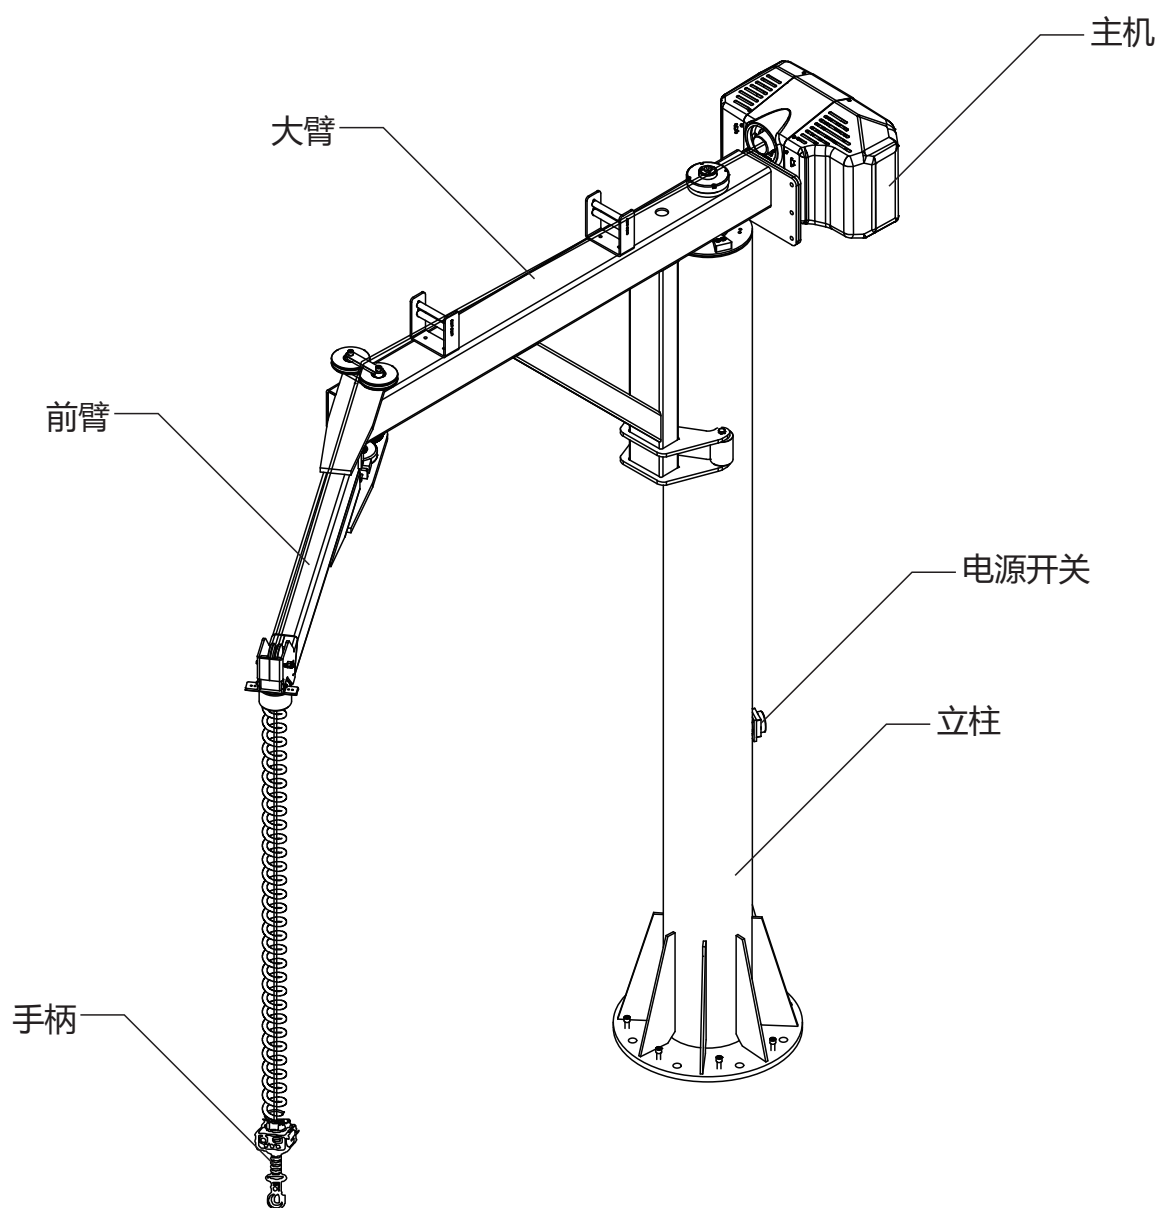
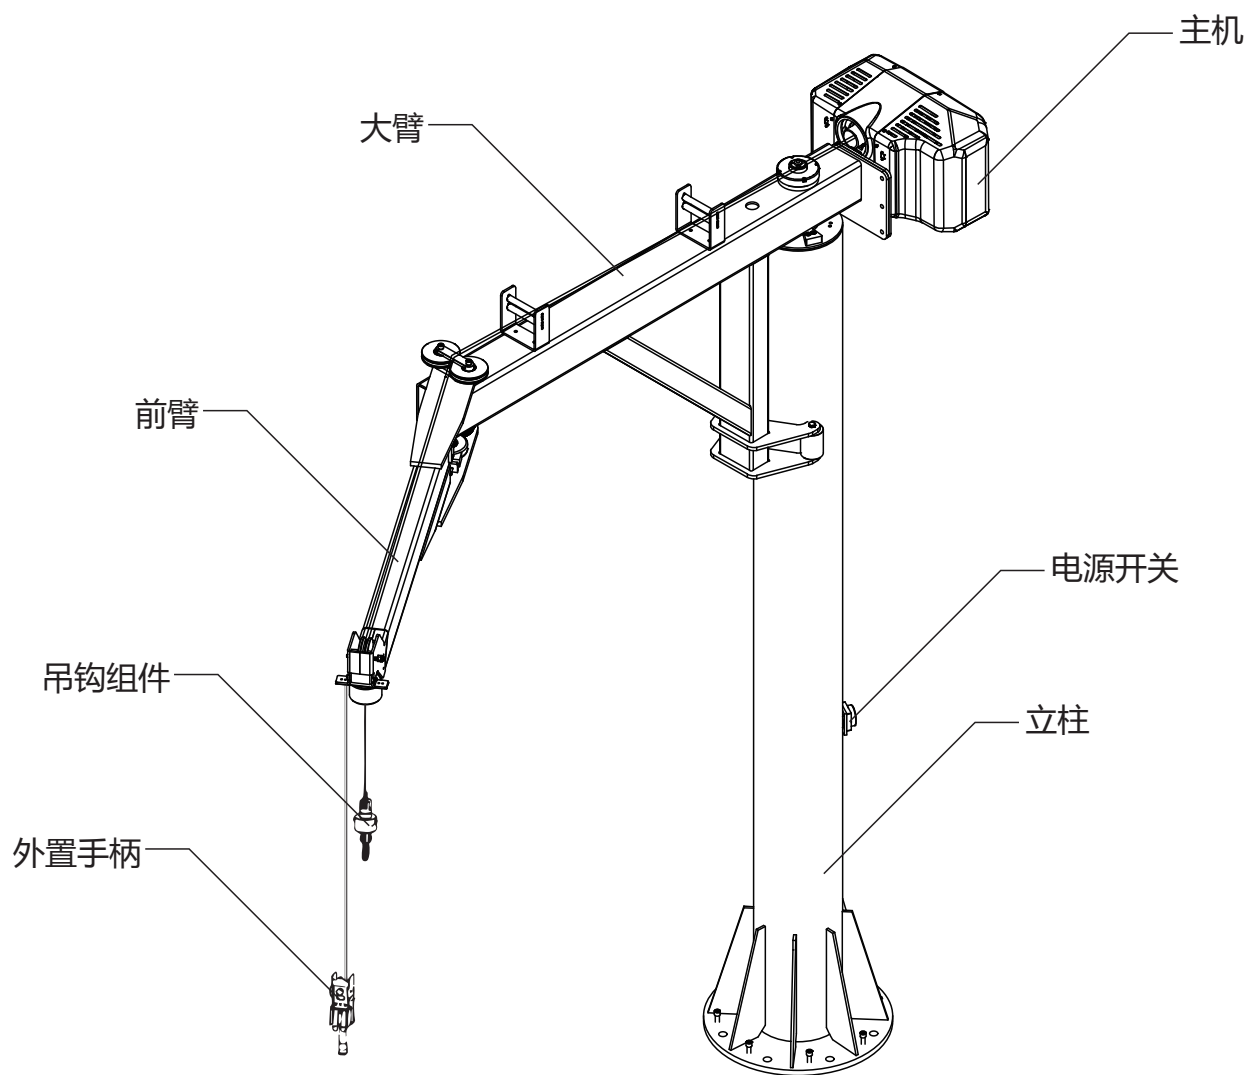

图 1 同轴手柄形式
图 2 外挂手柄形式
折臂吊的操作方式有两种，一种是同轴触力手柄，另一种是外挂手柄，他们的结构形式分别如图 1、图 2 所示。
在未更改参数或查询参数情况下，设备屏幕应显示监控界面，如图 2-(1) 左屏幕所示。第一行监控状态显示当前设备工作状态。若发生错误，则会在括号内显示报警代码。第二行表示除去皮重后当前所悬挂物体重量。第三行表示当前设备运行位置。第四行显示设备运行模式，且在括号内显示运行方向。若要进入操作选项界面，则按下“确认”键。
操作选项界面如图 2-(2) 左屏幕所示，按下“选项”键可使光标在“参数设置”和“监控界面”间切换。按下“确认”键即可进入。报警信息会显示具体报警信息。若报警信息显示“报警异常”但监控界面中显示报警代码，说明出现未收录报警，具体请参考伺服报警进行解决。
如图 2-(3) 所示，进入密码界面后，数字下的“^”表示当前更改位。按下“选项”键可以进行更改。按下“确认”键即可以确认当前位输入数字。当屏幕下方出现“请确认”后，再次按下确认键即可输入密码，若正确则进入菜单界面，反之则返回操作选项界面。
如图 2-(4) 所示，参数设置共有 7 个选项。进行操作时，用“选项”键切换“>”所指选项。用“确认”键选择所选选项。
- (1) 位置设置：如图 2-(5) 所示，位置设置共有七个选项。设定软上限位，上减速点，下减速点以及软下限位时，只需将光标指向所选选项并按下确认键，即可将当前手柄所在位置设为参数点。选择重置软上限或重置软下限会将对应参数清零。
(2) 速度调整：如图 2-(6) 所示，速度调整分为速度设置以及强制运行设置，共包含六个选项。速度设置内包含高速速度，低速速度以及悬浮速度。强制运行设置包含强制运行速度，强制上行以及强制下行。